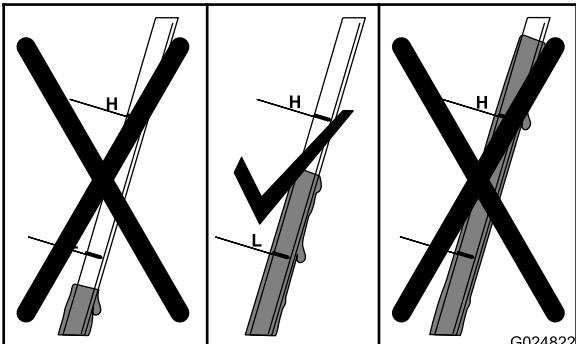

Figura 25
- Leggete il livello dell'olio nell'asta (Figura 25).